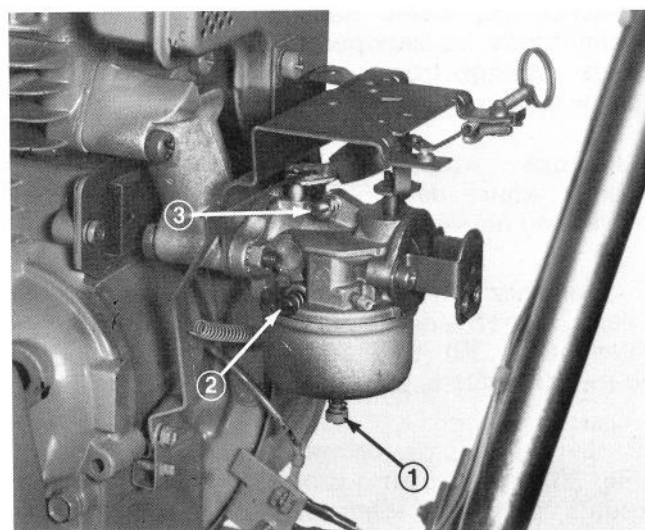

Figure 30
2. Vis de réglage de la puissance (Fig. 30) — Fermez la vis en la vissant délicatement à droite jusqu'à ce que vous sentiez une légère résistance quand le pointeau touchera son siège. Ramenez alors la vis d'un tour complet de 360°, en tournant à gauche.
3. Vis de réglage du mélange de ralenti (Fig. 30) — Fermez la vis en la tournant délicatement à droite jusqu'à ce que vous sentiez une légère résistance quand le pointeau touchera son siège. Ramenez alors la vis de 1-1/2 tour complet en tournant à gauche.
5. Serrez la vis de réglage de puissance (Fig. 30) en tournant à droite de 1/8 tour à la fois, jusqu'à ce que le moteur ait des ratés à cause de la pauvreté du mélange d'essence. Tournez alors la vis à gauche de 1/8 tour à la fois jusqu'à ce que le moteur tourne de façon irrégulière par suite de mélange d'essence trop riche. Ramenez alors la vis à mi-chemin entre les deux points de mélange trop riche et de mélange trop pauvre pour que le moteur tourne en douceur.
6. Ramenez la commande des gaz à la vitesse de ralenti. Serrez alors la vis de réglage de vitesse de ralenti (Fig. 30) jusqu'à ce que le moteur tourne au ralenti accéléré, soit environ 1750 tours/minute.
7. Serrez la vis de réglage du mélange de ralenti (Fig. 30) en tournant à droite de 1/8 tour à la fois jusqu'à ce que le moteur ait des ratés à cause de la pauvreté du mélange d'essence. Desserrez alors la vis en tournant à gauche 1/8 tour à la fois jusqu'à ce que le moteur commence à marcher de façon irrégulière à cause du mélange d'essence trop riche. Ramenez alors la vis de mélange de ralenti à mi-
8. Ramenez alors le réglage de la vitesse de ralenti (Fig. 30) jusqu'à ce que le moteur tourne au ralenti à 1750 tours/minute.